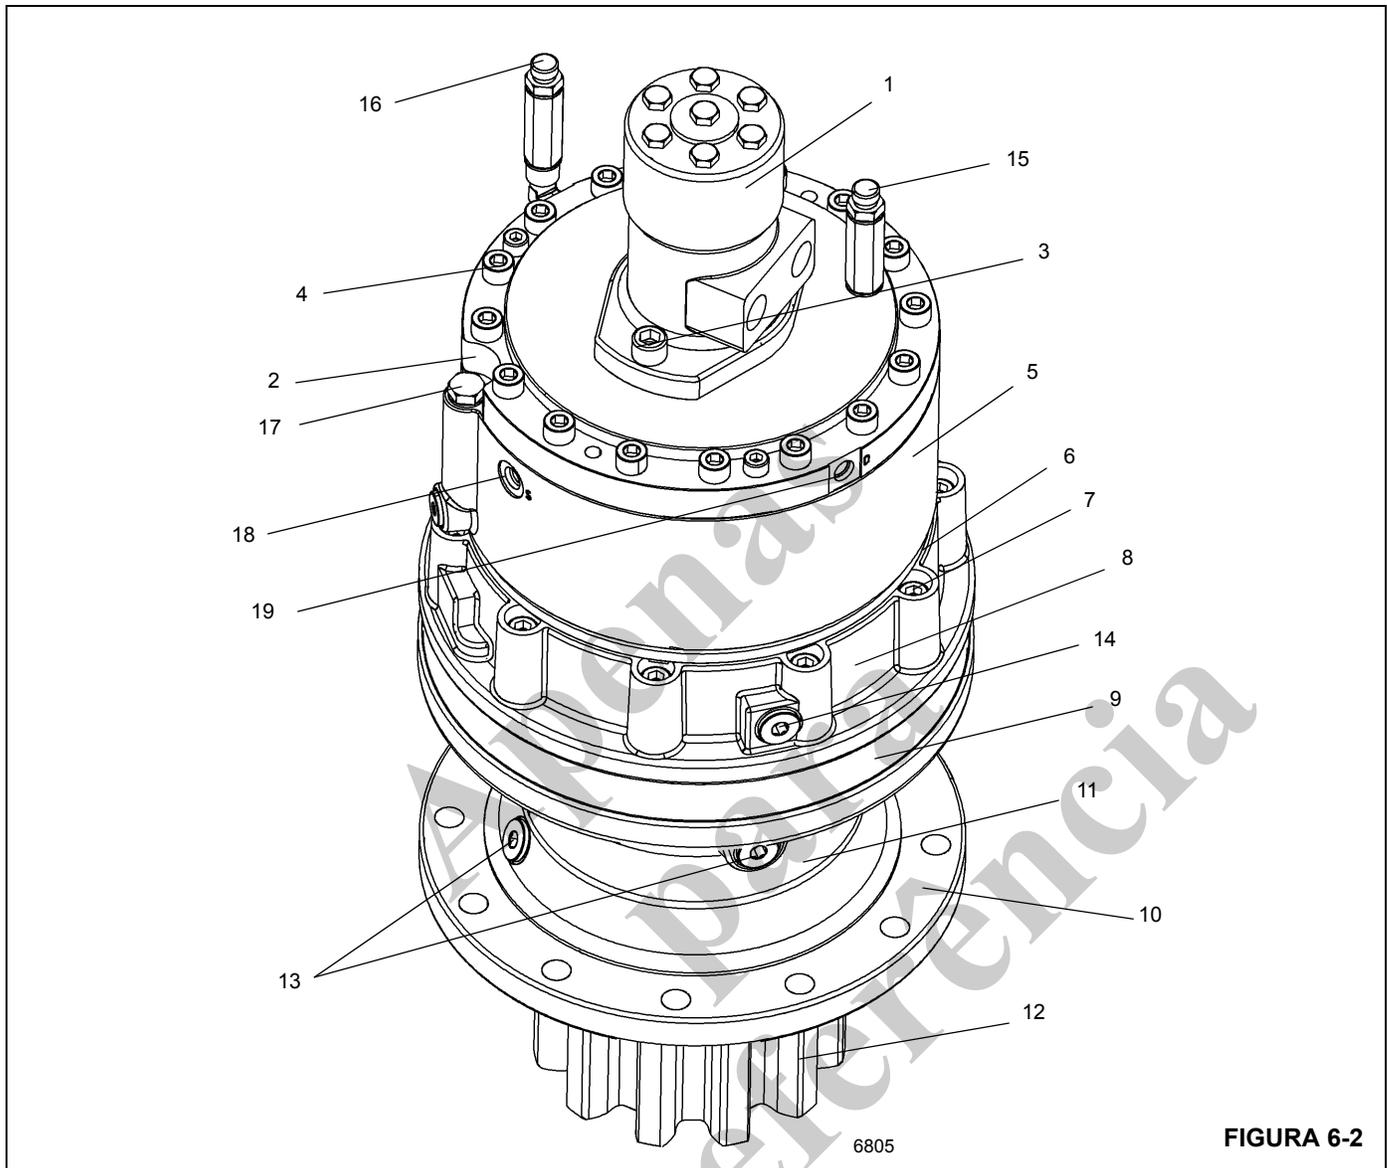

FIGURA 6-2
4. Remova os parafusos cabeça (3) que fixam o motor (1) e eleve o motor de giro para fora da placa de suporte do motor (2) (Figura 6-2). Remova e descarte o anel de vedação (O-ring) do canal no freio de giro.
1. Instale o eixo do motor (1) (Figura 6-2) no rasgo de chaveta após os anéis de vedação terem sido instalados.
2. Aplique Loctite® 243 às roscas dos parafusos com cabeça. Instale os parafusos (3) e fixe o motor na chapa de suporte do motor (2) (Figura 6-2). Aperte os parafusos com um torque de 85 a 103 Nm (44 a 72 lb-pé).
NOTA: Os números entre parênteses nos procedimentos de desmontagem e de montagem correspondem à Figura 6-2.
2. Solte os parafusos Allen com cabeça (4) que fixam o conjunto do freio. Remova todo o conjunto do freio (2) e (5) em uma peça (Figura 6-2) e em seguida remova o anel de vedação.
3. Remova a engrenagem de coroa do primeiro estágio (6).
4. Remova os parafusos Allen com cabeça (7) e remova o flange de conexão (8).
5. Remova a engrenagem de coroa (9) e os pinos de trava (10) assim que o conjunto de engrenagens planetárias do segundo estágio tiver sido removido como um conjunto completo.